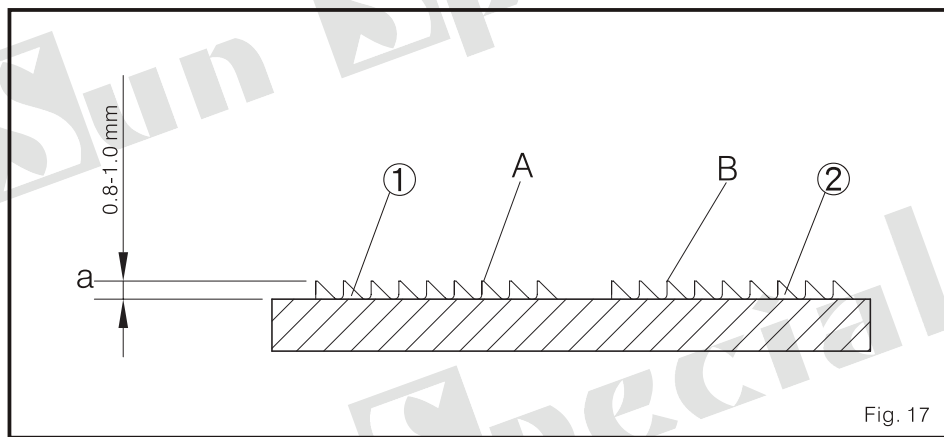

Fig. 17
1. quando o transportador denteado está na posição mas alto. A superfície dos dentes do transportador denteado deveria ser paralela à superfície da lâmina agulha. Neste momento, a altura do transportador 1 denteado principal é semelhante à altura do diferencial denteou transportador 2. como também a superfície da agulha de palca deveria ser de 0.8-1.0 mm sobre a superfície da lâmina agulha. (Fig.. 17)
1. Quando as elevações de transportador denteadas para o ponto mas alto, a superfície do plano horizontal para, deve ser alinhado com a superfície da lâmina agulha. (Fig. 17)